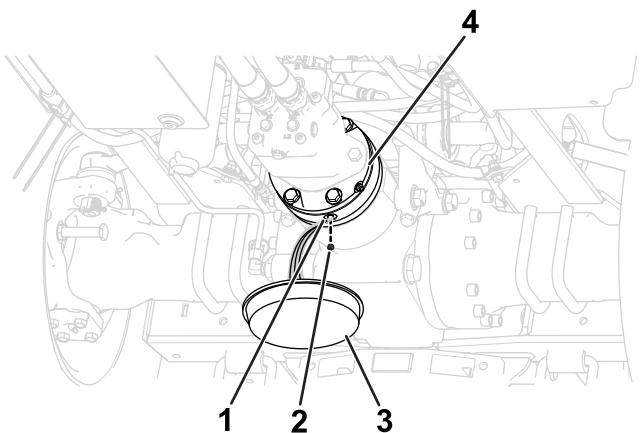

図 105
- 油圧ブレーキの下にオイルを受ける容器をおく図 105。
- ドレンポートからドレンプラグを抜く図 105。
- ドレンポートにドレンプラグを取り付ける図 105。